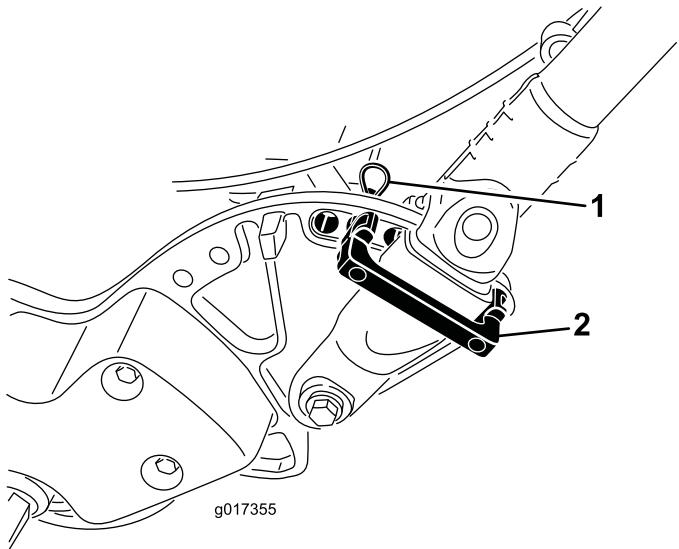

図 9
- ハンドルを支えながら、ハンドルクランプをサイドプレートに固定しているケーブルタイを外す図 9。
- 希望する高さ位置にハンドルをセットし、ハンドルクランプの上からハンドルリテーナを差し込んでサイドプレートの穴に通す図 9。
- ヘアピンコッターでクランプを固定する図 9。